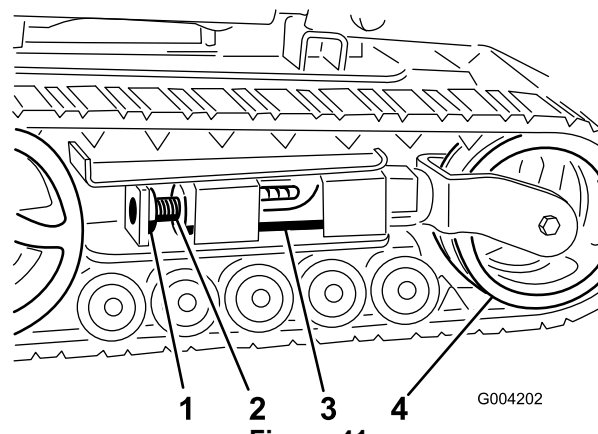
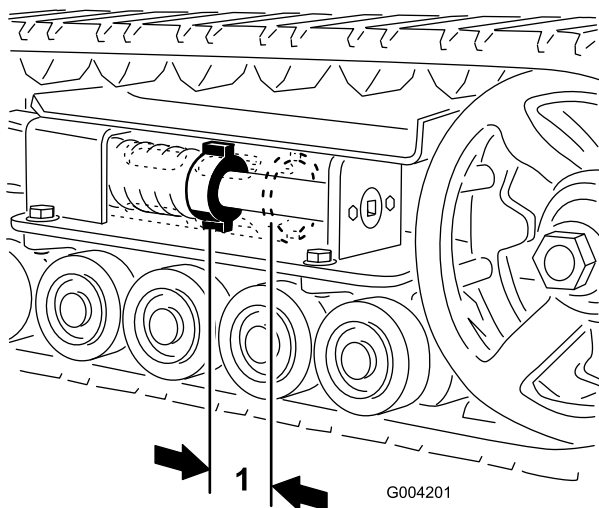
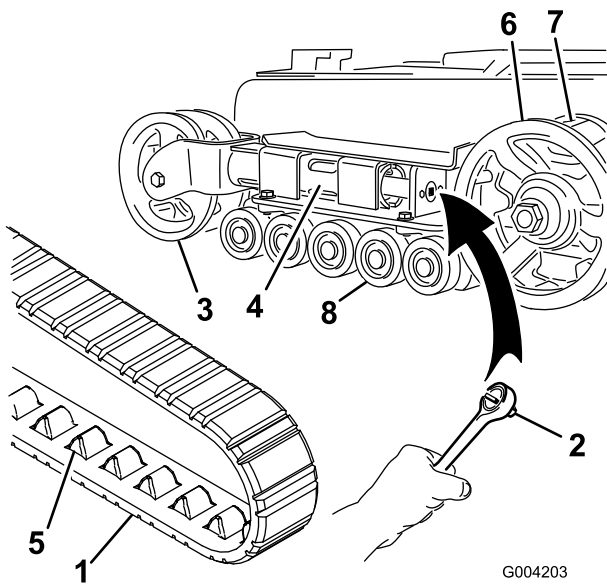
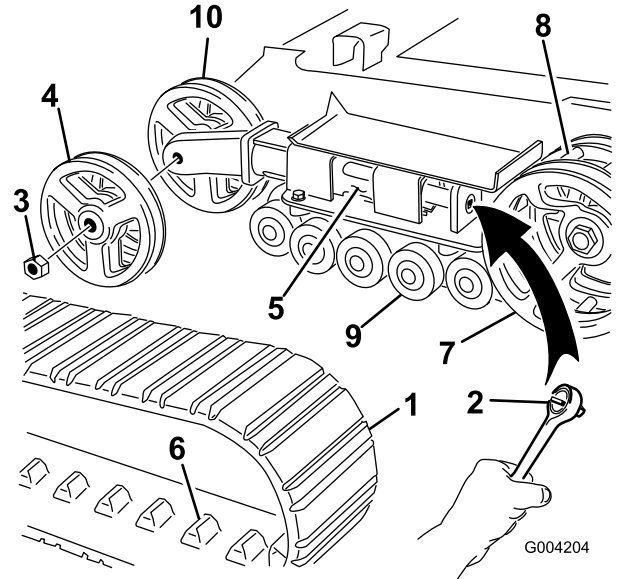

Figure 41
Figure 40
Figure 42
Figure 43
L'écrou de tension et l'arrière du tube de tension doivent être distants de 7 cm (Figure 40). Si ce n'est pas le cas, réglez la tension des chenilles comme suit :
- À l'aide d'une clé à douille de 13 mm (1/2") (Figure 42), tournez la vis de tension dans le sens antihoraire jusqu'à obtention d'un espacement de 7 cm entre l'écrou de tension et l'arrière du tube de tension (Figure 40).
- Alignez l'encoche la plus proche dans la vis de tension avec le trou du boulon de blocage et fixez la vis avec le boulon et l'écrou de blocage (Figure 41).
- Enlevez le boulon et l'écrou de blocage (Figure 41).
- À l'aide d'une clé à douille de 13 mm (1/2"), tournez la vis de tension dans le sens horaire pour détendre la transmission (Figure 41 et Figure 42).
3. Enlevez le boulon et l'écrou de blocage (Figure 41).
4. À l'aide d'une clé à douille de 13 mm (1/2"), tournez la vis de tension dans le sens horaire pour détendre la transmission (Figure 41 et Figure 43).
5. Poussez la roue de tension vers l'arrière de la machine pour appuyer le tube de tension contre le châssis (Figure 42). (S'il ne touche pas le châssis, continuez de tourner la vis de tension jusqu'à ce qu'il le touche).
7. Lorsque la chenille est déchaussée, retirez-la du pignon d'entraînement et des galets de roulement (Figure 42).
8. Pour installer la chenille neuve, commencez par l'enrouler autour du pignon, en veillant à ce que les crampons s'engagent correctement entre les dents du pignon (Figure 42).
9. Poussez la chenille sous et entre les galets de roulement (Figure 42).
11. Tournez la vis de tension dans le sens anti-horaire, de manière à obtenir un écartement de 7 cm entre l'écrou de tension et l'arrière du tube de tension (Figure 40).
5. Poussez la roue de tension vers l'arrière de la machine pour appuyer le tube de tension contre le châssis (Figure 43). (S'il ne touche pas le châssis, continuez de tourner la vis de tension jusqu'à ce qu'il le touche).
6. Retirez l'écrou de fixation de la roue de tension extérieure et déposez la roue (Figure 43).
7. Déposez la chenille (Figure 43).
8. Retirez l'écrou de fixation de la roue de tension intérieure et déposez la roue (Figure 43).
12. Posez la roue de tension intérieure et fixez-la avec l'écrou retiré précédemment (Figure 43).
14. Posez la chenille neuve en prenant soin que les crampons s'engagent entre les dents au centre du pignon (Figure 43).
15. Posez la roue de tension extérieure et fixez-la avec l'écrou retiré précédemment (Figure 43).
17. Tournez la vis de tension dans le sens anti-horaire, de manière à obtenir un écartement de 7 cm entre l'écrou de tension et l'arrière du tube de tension (Figure 40).